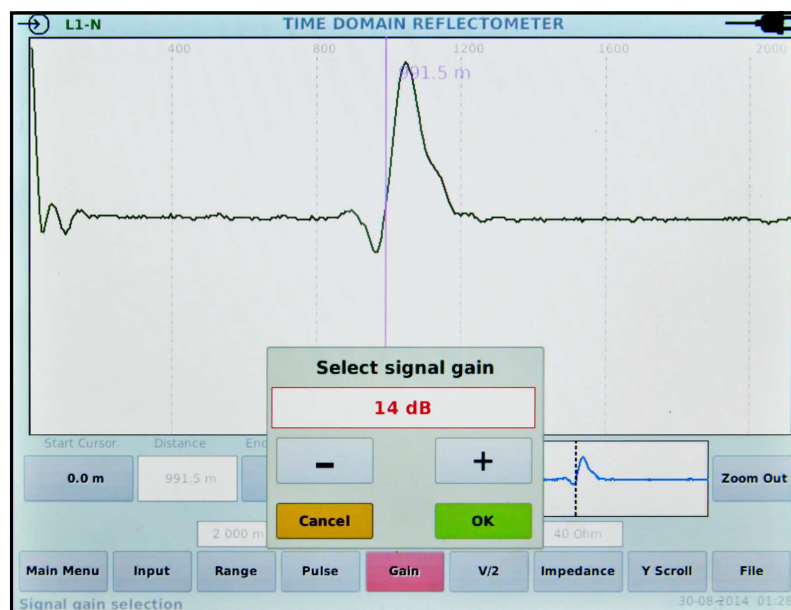

Рисунок 11 – Окно установки уровня усиления
2.2.10 Затем пользователь должен установить требуемое усиление сигнала на рефлектограмме (см. рисунок 11). Выбранный уровень усиления должен позволять ясно различать имеющиеся дефекты кабеля на рефлектограмме. Также увеличение коэффициента усиления может помочь более точно установить измерительный курсор.